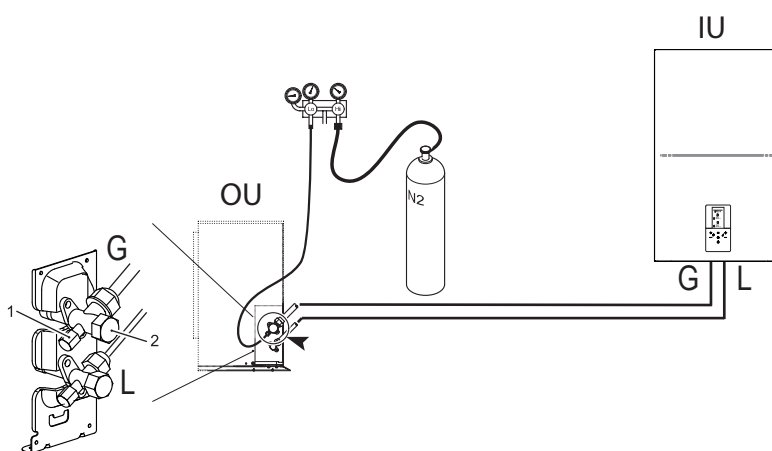

fig. 12 - Luchtdichtheidstest en lekdetectie
- Met de kranen van de buitenunit helemaal dicht, verwijdt u de dop van de servicekraan (onderdeel 1 - fig. 12) en de fitting (onderdeel 2 - fig. 12) van de gaskraan (de grootste)